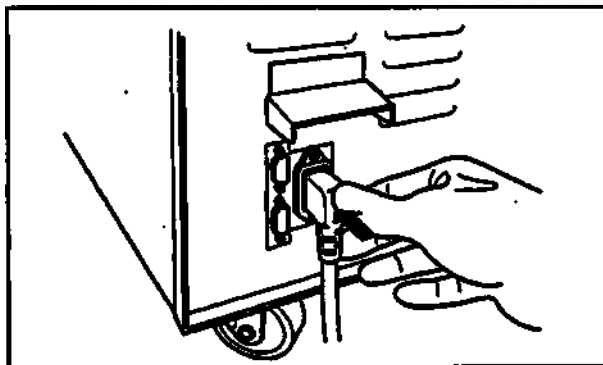

Рис. 3.11
2. Присоедините шнур электропитания к коннектору на задней панели OER-A (внизу слева) (см. рис. 3.11).